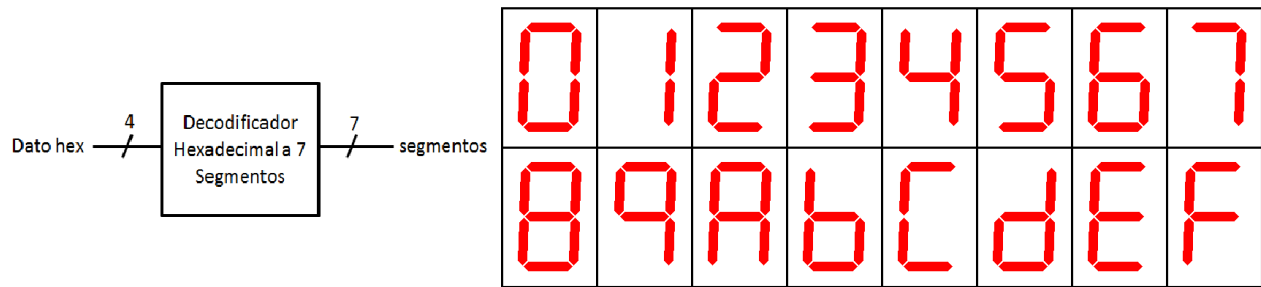

Figura 1: Decodificador hexadecimal a 7 segmentos
- Diseñe un circuito combinacional que permita obtener las salidas presentadas en la Figura 1 a partir de 4 entradas binarias desde 0000_b hasta 1111_b y realice una simulación para verificar su funcionamiento.